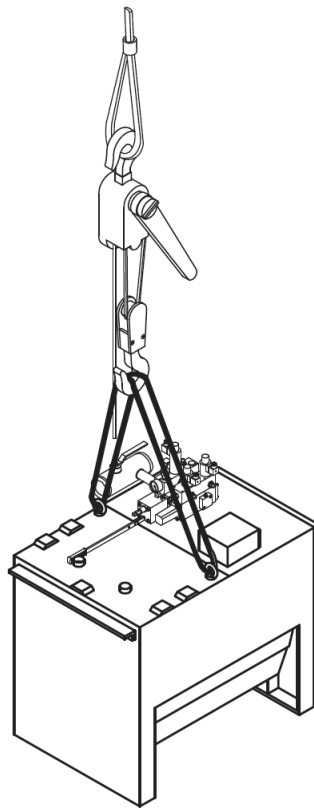

Fig. 5 - Sollevamento con golfari
- Il carico e lo scarico delle centraline dai mezzi di trasporto deve essere fatto con carrelli elevatori. Le centraline si sollevano in due maniere. I modelli 110/S, 210/S e 320/S si imbracano passando delle funi sotto le maniglie. I modelli 450, 680 e speciali passando le funi negli appositi golfari come mostrato nella Fig. 5 in questa pagina.